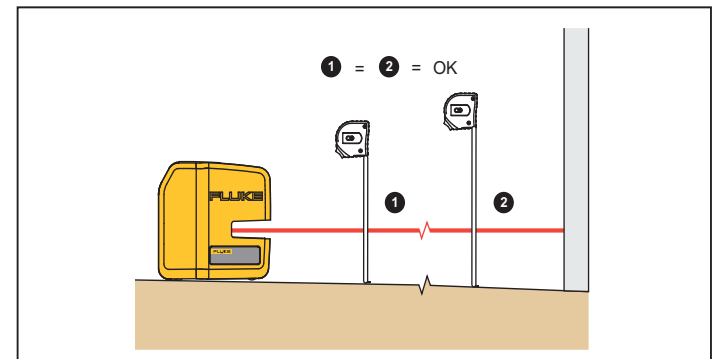

Abbildung 4. Vorhandene Elementausrichtung
2. Die Entfernung zwischen Element und Laser messen. Siehe Abbildung 4.